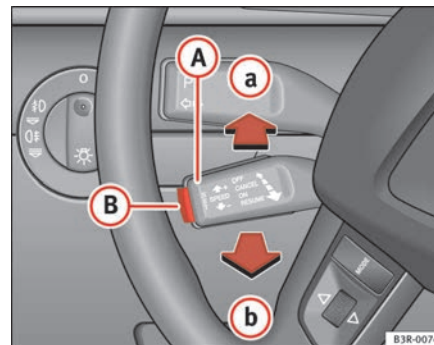

Fig. 152 Comandos do regulador de velocidade
- desloque a alavanca **A** ⇒ fig. 152 até à posição **a** (sem encaixar).